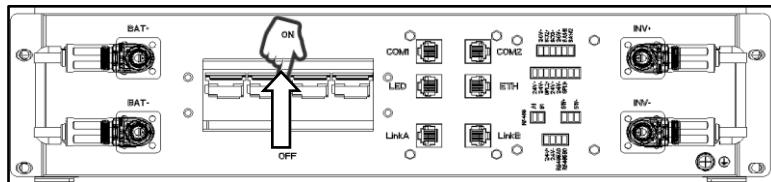

Abbildung 4.2.1
Schritt 1: Öffnen Sie die Fronttür und stellen Sie den Luftschatz des Hauptsteuerkastens in die geöffnete Position in Richtung des Pfeils in der Abbildung unten (Abbildung 4.2.1).